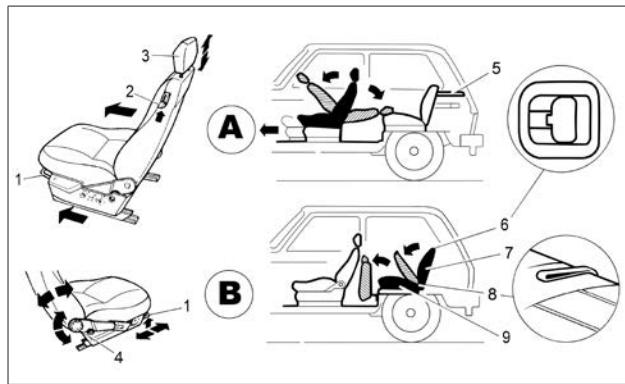

Рис. 8. Сиденья
Для регулировки передних сидений в продольном направлении потяните блокирующий рычаг **1** (рис. 8) вверх. После перемещения рычаг отпустите и небольшим перемещением сиденья назад/вперед убедитесь в его надежной фиксации. Фиксация положения должна происходить свободно.
Наклон спинки сиденья регулируется бесступенчато вращением рукоятки **4** (рис. 8). На схеме А (рис. 8) показана раскладка передних сидений для отдыха. Для установки детского сиденья пассажирское сиденье необходимо установить в предпоследнее заднее положение (см. раздел «Установка детскогодерживающего устройства»).
На автомобили устанавливаются оригинальные трансформируемые задние сиденья, позволяющие увеличивать площадь багажного отделения (рис. 8, схема **В**).
Рис. 8а. Переключатели обогрева передних сидений
**В вариантом исполнении** на автомобиле реализована функция обогрева передних сидений. Для включения обогрева сиденья водителя нажмите на переключатель 1 (рис. 8а), для включения обогрева пассажирского сиденья на переключатель 2. Включение нагрева элементов обогревателей осуществляется при включенном зажигании и работающем двигателе при нажатии на плечо клавиши переключателей, на котором изображен символ обогрева сидений. При этом загорается сигнализатор включения обогрева желтого цвета, который будет светиться желтым светом в течение всего времени работы обогревателя. Выключение нагрева элементов обогревателей осуществляется при нажатии на плечо клавиши переключателей, на котором расположен сигнализатор включения обогрева. При выключенном обогреве сидений контрольные сигнализаторы не горят.